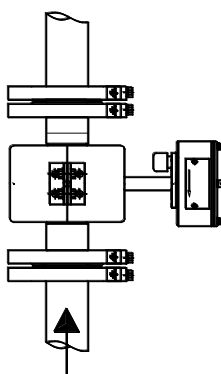

Рисунок 8.3
8.2.4 При возможном выпадении осадка, ППР расходомера должен устанавливаться вертикально, при этом направление потока должно быть снизу вверх (см. рисунок 8.3).